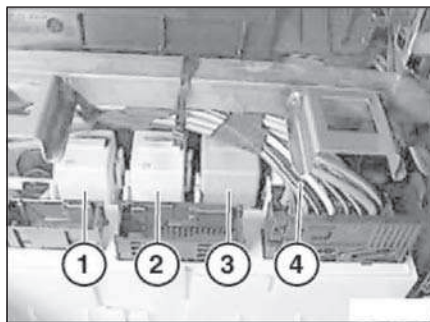

Рис. 6.126. Реле топливного насоса
- Вывернуть винты и шпильки, отложить вставку ящика вниз. Вытянуть провод фонаря освещения перчаточного ящика из направляющих. Отсоединить ШС основного модуля и вынуть реле (1, рис. 6.126) топливного насоса из цоколя платы.